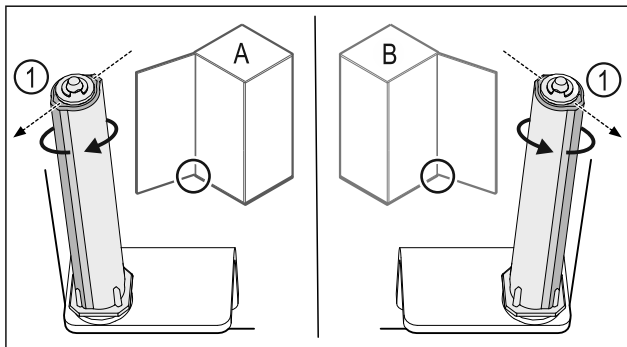

Fig. 41 Отваряне наляво (A) / отваряне надясно (B)
- ▶ Въртете затварящата система срещу съпротивлението, докато ребро на затварящата система Fig. 41 (1) сочи навън.